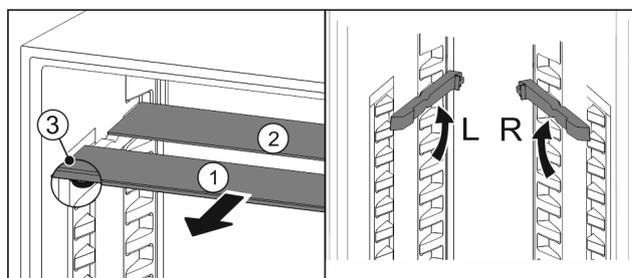

Fig. 50
- ▶ estrarre i ripiani di vetro singolarmente tirando in avanti Fig. 50 (1).
- ▷ Il piano in vetro Fig. 50 (1) con il motivo ornamentale è nella parte anteriore.
- ▷ I fermi Fig. 50 (3) sono rivolti verso il basso.